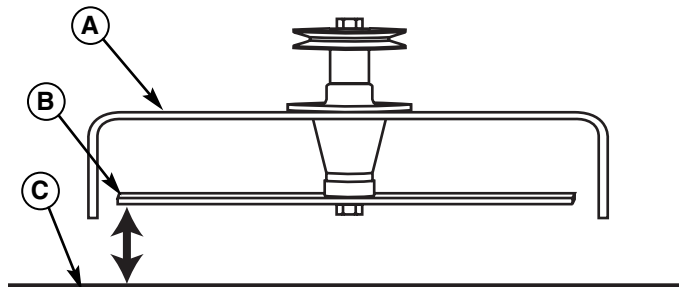

Figure 33. Mesure des extrémités de lames au sol
5. Mesurer la distance entre les extrémités des lames externes et le sol (figures 33 et 34). Si la différence est supérieure à 3 mm (1/8") entre les mesures de chaque côté, passer à l'étape 6. Si la différence est égale ou inférieure à 3 mm (1/8"), passer au Nivelage d'avant en arrière.